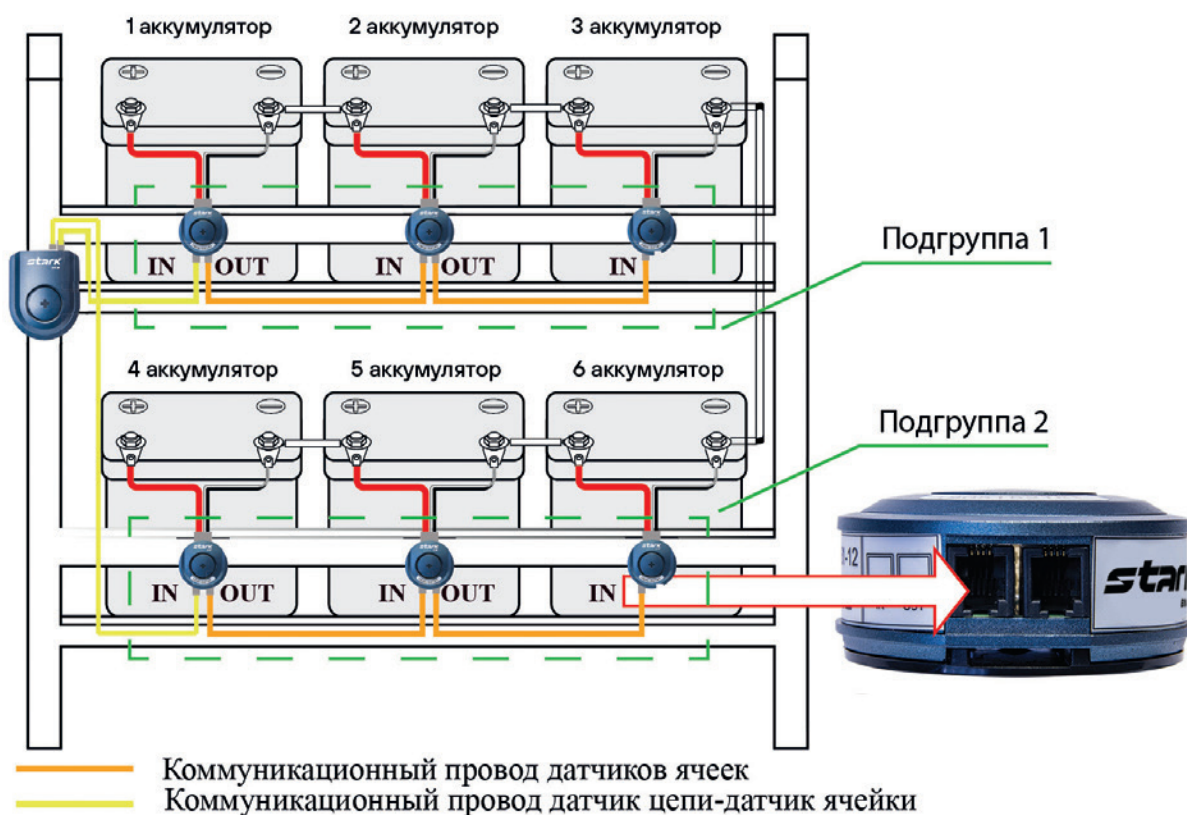

Рисунок 4. Подключение коммуникационных проводов
**Примечание – деление на подгруппы допустимо осуществлять и при количестве элементов/блоков в группе менее 30, если это необходимо. Например, если группа элементов/блоков расположена в два ряда (Рисунок 4) и данное решение обеспечит более удобный монтаж.**
2. Если количество элементов/блоков АБ в группе больше 30 или две подгруппы датчиков ячеек (см. Рисунок 4):
- Используя коммуникационные провода датчиков ячеек, таким же образом соедините оставшиеся датчики ячейки подгруппы – OUT → IN. В результате соединения разъем OUT последнего датчика ячейки должен остаться свободным. (см. Рисунок 4);
- Используя коммуникационные провода датчиков ячеек, таким же образом соедините оставшиеся датчики ячейки группы – OUT → IN. В результате соединения разъем OUT последнего датчика ячейки должен остаться свободным. (см. Рисунок 4);